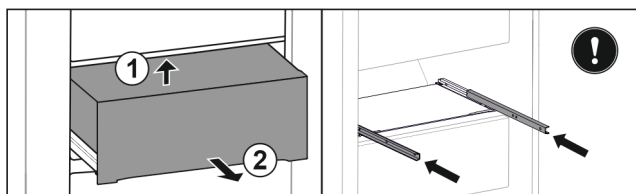

Fig. 148
- ▶ Predal dvignite od spodaj proti zadnji strani. Fig. 148 (1)
- ▶ Predal vzemite ven v smeri naprej. Fig. 148 (2)